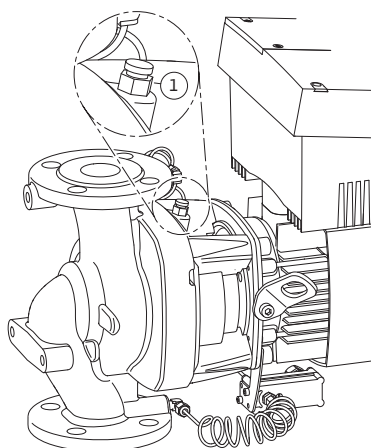

Fig. 48: Ventil de dezaerisire
6. Pompa se va depresuriza prin deschiderea ventilului de dezaerisire (Fig. 48, Poz. 1).